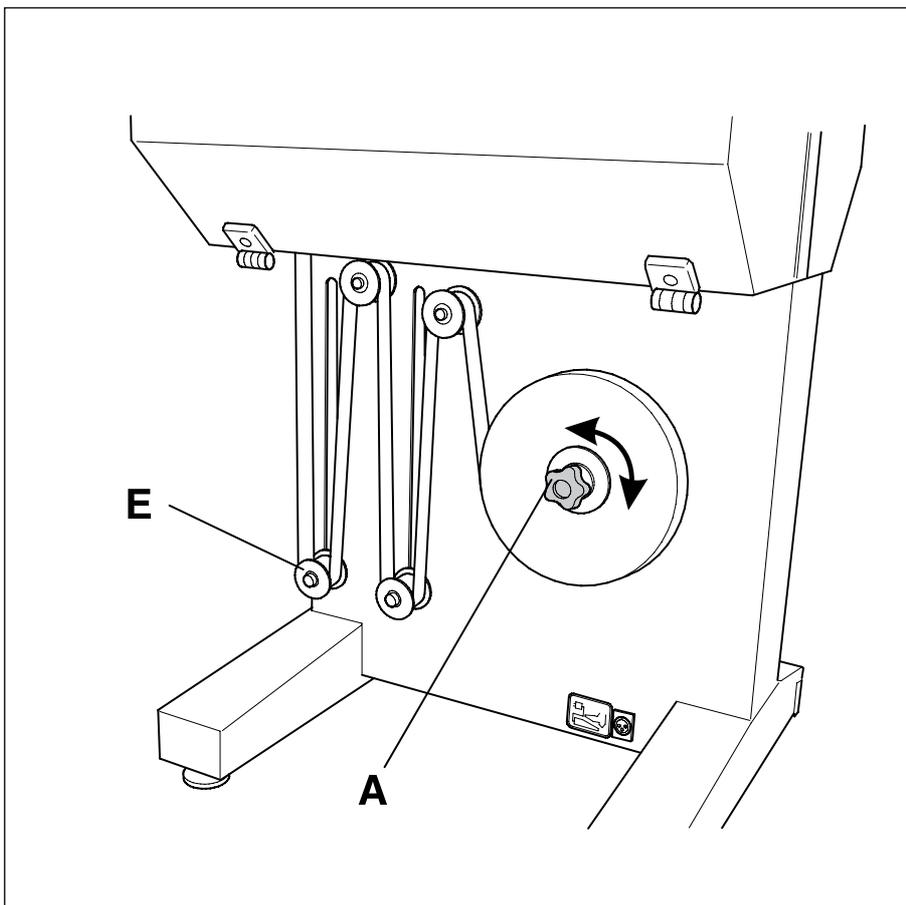

Fig. 3
Gire el botón negro (A) en dirección contraria a las agujas del reloj. Quite el núcleo del rollo de cinta usado. Presione un nuevo rollo de cinta en el eje sujetador, para que desenrolle como figura en la fig. 3. Presione hacia atrás el núcleo de cartón del rollo hasta que haga tope.